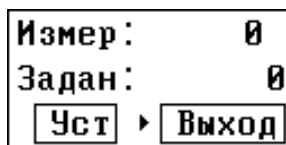

Рисунок 20 – Выход из режима юстировки первой точки.
- 3 Выйдите из режима юстировки первой точки (см. рисунок 20).